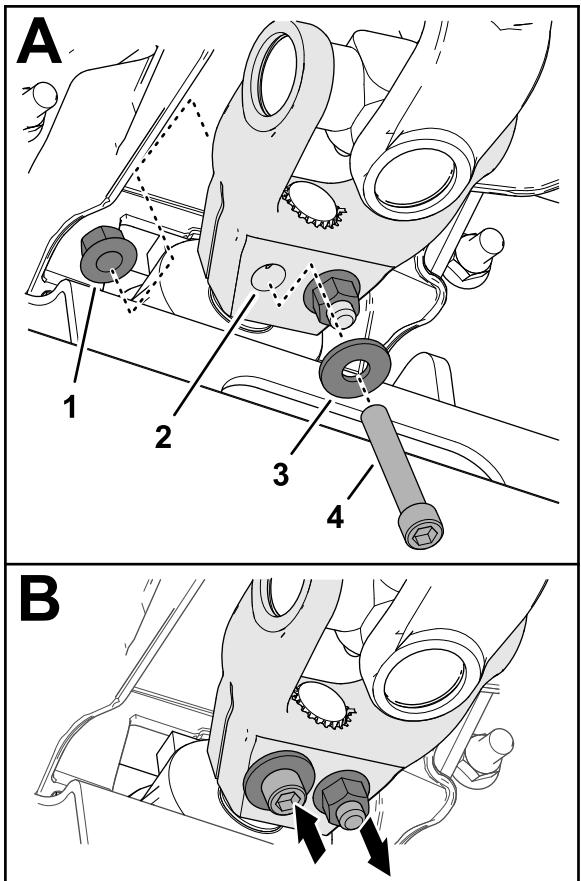

Bild 16
6. Montieren Sie eine Innensechskantschraube ($\frac{3}{8}'' \times 2\frac{1}{4}''$) durch eine Unterlegscheibe ($\frac{3}{8}''$) und die Bohrung in der Antriebswellengabel (Bild 16), und sichern Sie die Innensechskantschraube mit einer Sicherungsbundmutter ($\frac{3}{8}''$).
7. Montieren Sie eine Innensechskantschraube ($\frac{3}{8}'' \times 2\frac{1}{4}''$) durch eine Unterlegscheibe ($\frac{3}{8}''$) und die Bohrung in der Antriebswellengabel von der entgegengesetzten Richtung (Bild 16), und sichern Sie die Innensechskantschraube mit einer Sicherungsbundmutter ($\frac{3}{8}''$).